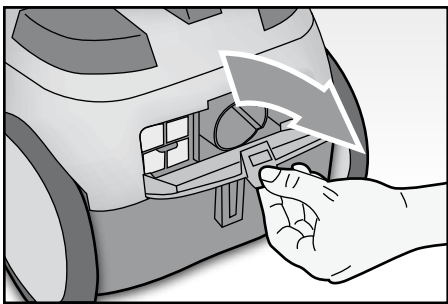

Fig. 7
- Снять заднюю решётку, которая закрывает фильтр для выходящего воздуха (Рис.7).
- Подсоединить к заднему отверстию шланг (M).
- Нажать ногой на клавишу (L) для того, чтобы включить пылесос. На щитке управления (G) начнёт мигать зелёная лампочка, и при этом пылесос будет находиться в режиме “standby” при минимальной мощности выдувания. При этом прибор готов к работе.